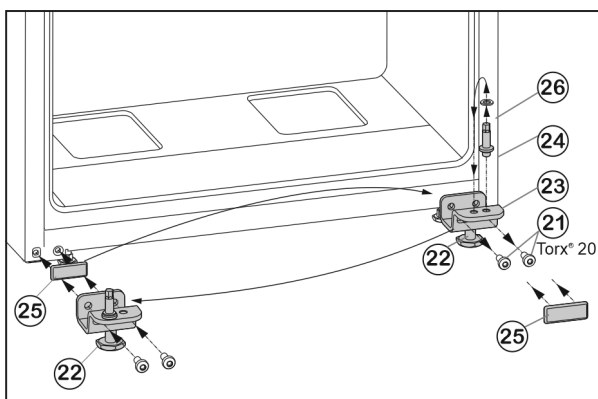

Fig. 7
- ▶ Upevňovací šrouby *Fig. 7 (21)* odšroubujte.
- ▶ Vyjměte spodní stojan ložiska *Fig. 7 (23)* i s ložiskovým čepem *Fig. 7 (24)*, podložkou *Fig. 7 (26)* a seřizovací nožkou *Fig. 7 (22)*.
- ▶ Ložiskový čep *Fig. 7 (24)* kompletně odšroubujte i s podložkou *Fig. 7 (26)*, přemístěte do protilehlého upínacího otvoru stojanu ložiska a opět přišroubujte.
- ▶ Krycí desku *Fig. 7 (25)* opatrně sejměte a přemístěte ji na protější stranu.
- ▶ Spodní stojan ložiska *Fig. 7 (23)* opět kompletně, i s ložiskovým čepem *Fig. 7 (24)*, podložkou *Fig. 7 (26)* a seřizovací nožkou *Fig. 7 (22)*, případně s pomocí akumulátorového šroubováku **silou (4 Nm)** našroubujte na nové straně závěsu dveří.
- ▶ Spodní dveře nasadte shora na ložiskový čep *Fig. 7 (24)*.
- ▶ Seřizovací nožku *Fig. 7 (22)* na spodním stojanu ložiska *Fig. 7 (23)* vytáchejte, až dosedne na zem.